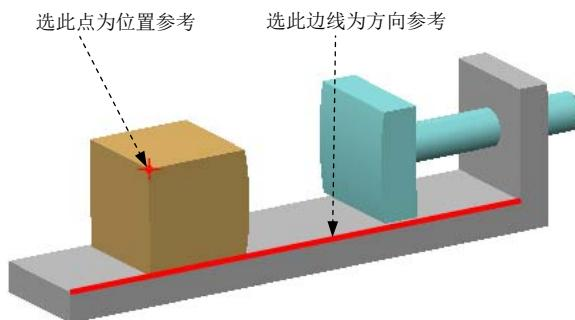
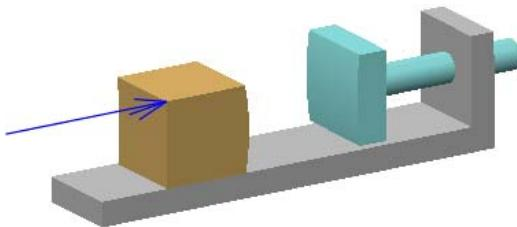

图 7.6.21 选取参考对象
图 7.6.22 定义方向
- (1) 选择命令。在 **机构** 功能选项卡中单击 **插入** 区域中的“力/扭矩”按钮 ，系统弹出“力/扭矩定义”对话框。
- (2) 定义力的类型。在 **类型** 下拉列表中选择 **点力** 选项。
- (3) 定义力的位置参考。在机构中选择图 7.6.21 所示的点为力的位置参考。
- (4) 定义力的大小。在 **函数** 下拉列表中选择 **表** 选项，单击“向表中添加行”按钮 ，在 **时间** 文本框中输入值 0，在 **模** 文本框中输入值 2600；在 **时间** 文本框中输入值 0.1，在 **模** 文本框中输入值 0。
- (5) 定义力的方向。在对话框中单击 **方向** 选项卡，在 **定义方向** 下拉列表中选择 **直边、曲线或轴** 选项，然后选择图 7.6.21 所示的边线为力的方向参考，单击 **反向** 按钮使力的方向如图 7.6.22 所示。